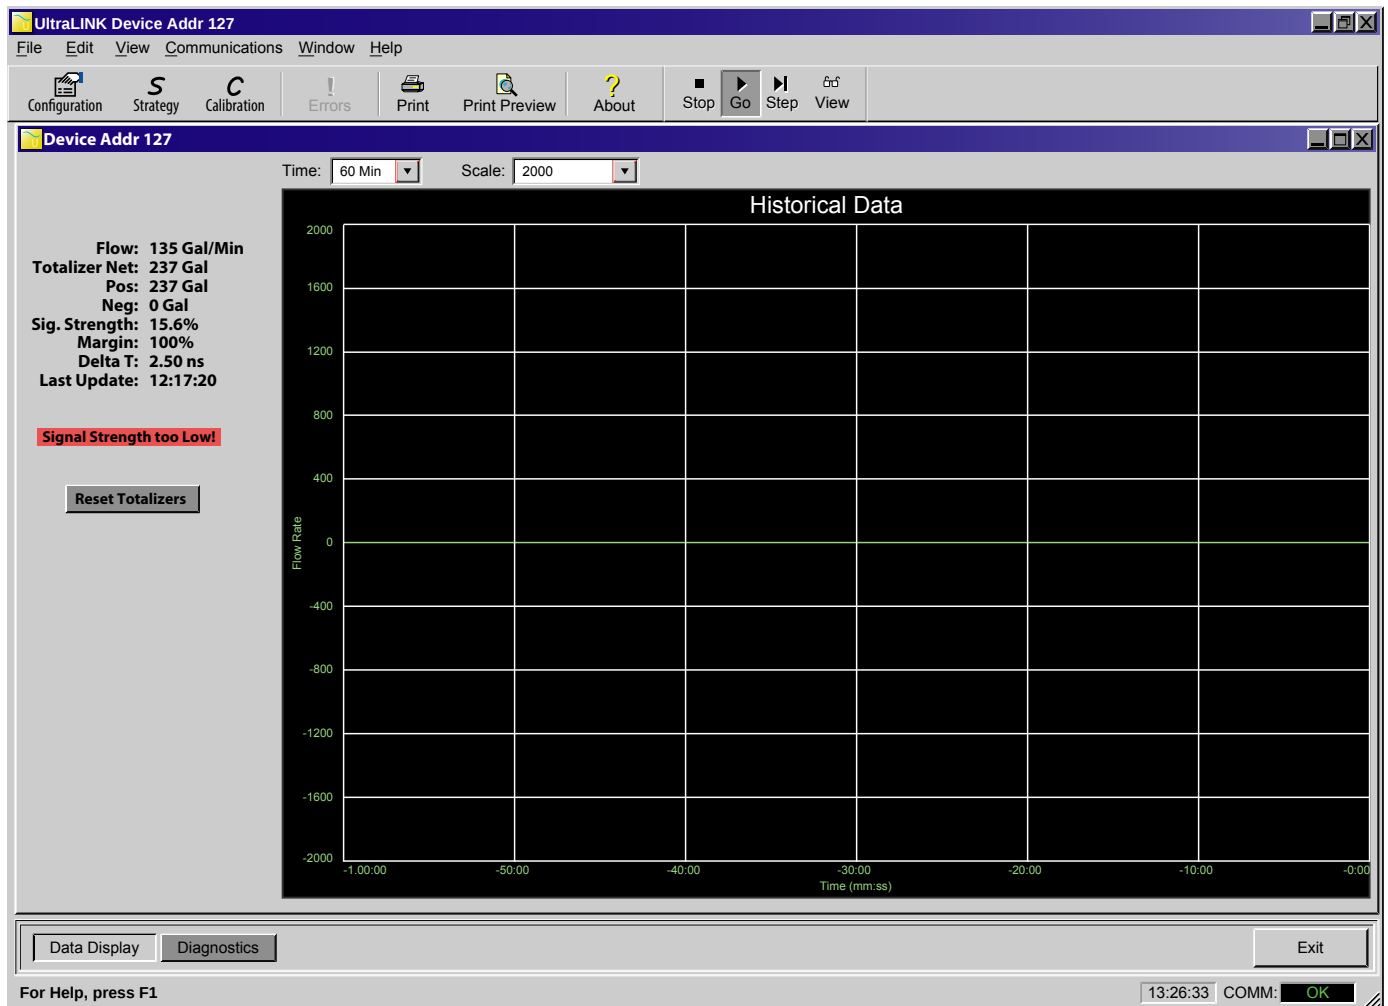

ABBILDUNG 5.1 – DATENANZEIGEBILDSCHIRM
- 2) Doppelklicken Sie auf das USP-Symbol. Als erstes wird der Bildschirm des Modus „Ausführen“ angezeigt (siehe **Abbildung 5.1**), der Echtzeitinformationen zur Durchflussmenge, gesamt, Signalstärke, Kommunikationsstatus und Seriennummer des Durchflussmessers enthält. Die **COMM**-Anzeige (KOMM) unten rechts weist darauf hin, dass der serielle Anschluss aktiv ist. Klicken Sie auf die Schaltfläche **Communications** (Kommunikation) in der **Menüleiste** und wählen Sie Initialize (Initialisieren), falls im Feld **COMM** (KOMM) ein roter **ERROR** (FEHLER) angezeigt wird. Wählen Sie den entsprechenden Kommunikationsanschluss und den **Com Port Type** (Kommunikationsanschlusstyp) RS232 / USB. Ein grünes **OK** unten rechts auf der PC-Anzeige weist auf eine ordnungsgemäße Kommunikation hin. Die Anzeige „**Last Update**“ (Letzte Aktualisierung) im Textbereich auf der linken Seite des Fensters wechselt von Rot auf eine aktive Uhr.